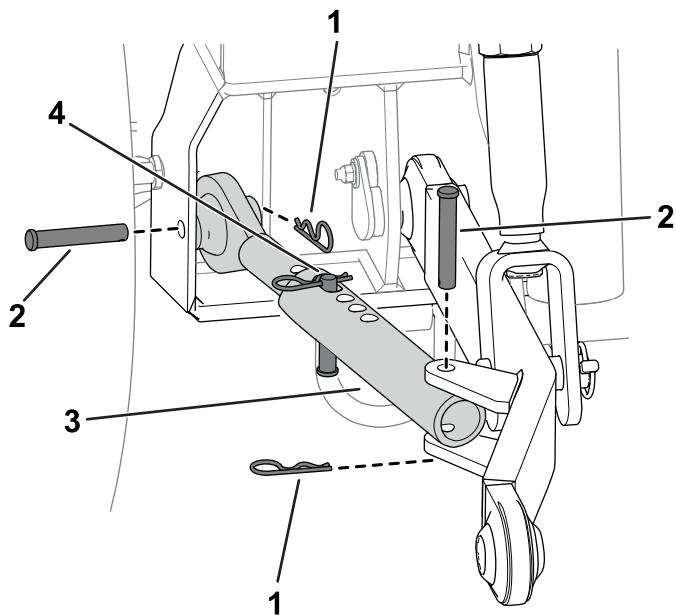

図 4
- 4. クレビスピンとペアピンコッターで、スウェイリンクを機体フレームに取り付ける図 4。
注 図 3と図 4は機体左側のリンクの取り付けです。機体の反対側でも同じ作業を行ってください。
5. クレビスピンとヘアピンコッターで、スウェイリンクをドラフトリンクに取り付ける図 4。
6. クレビスピンとヘアピンコッターをスウェイリンクに取り付ける図 4。